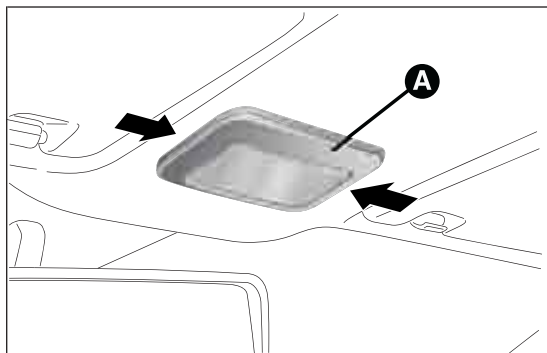
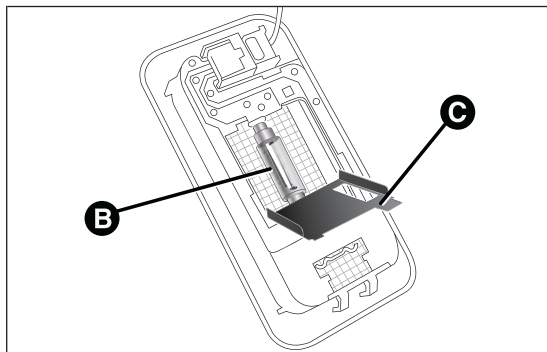

fig. 129
fig. 130
- ☐ presionar en el punto indicado por la flecha y retirar el plafón A fig. 129;
- ☐ abrir la tapa C fig. 130 y sustituir la lámpara B, soltándola de los contactos laterales;
- ☐ introducir la nueva lámpara B fig. 130, asegurándose de que esté totalmente bloqueada entre los mismos contactos;
- ☐ volver a cerrar la tapa C fig. 130 y fijar el plafón A fig. 129 en el mismo alojamiento asegurándose de que se bloquee correctamente.